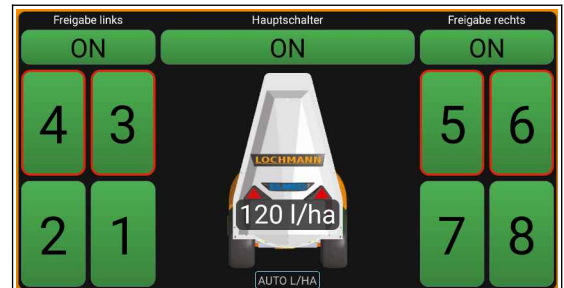

Abb. 26: Teilbreiten-Anzeige
- **Düsentasten Spalten (pro Seite):** Ist die Anzahl Spalten, in denen die Schaltflächen der Teilbreiten angezeigt werden können. In Abb. 26 wurden z.B. 2 Spalten je Seite verwendet.